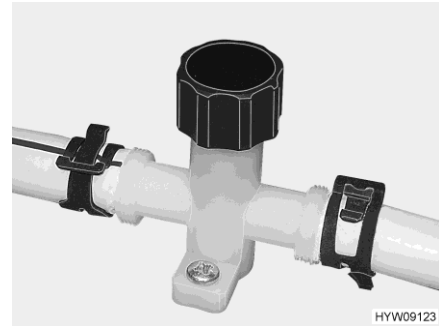

Fig. 98 Llave de desagüe (tubería de agua)
- Cerrar todas las llaves de desagüe (Fig. 98). Para ello, cerrar los capuchones girándolos en sentido de las agujas del reloj, o colocar el balancín en posición horizontal. La válvula de seguridad/purga y las llaves de desagüe están instaladas en la caja del banco o bien bajo una tapa del suelo.